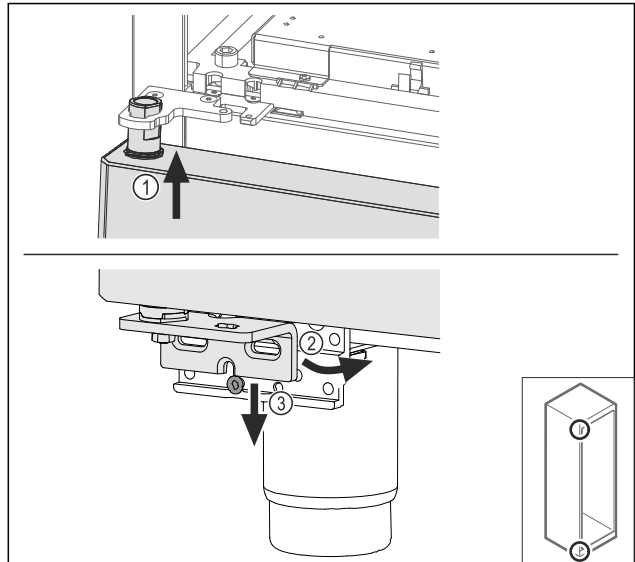

Fig. 68
- ▶ Kissé megbillentve fűzze be az ajtót felül Fig. 68 (1), majd igazítsa egyenesbe az ajtót Fig. 68 (2), és helyezze rá az alját a csapágybak csavarjára Fig. 68 (3).